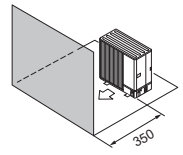

Fig. 2-9
- (4) Hindring eller lukket overflate kun foran (Fig. 2-9)